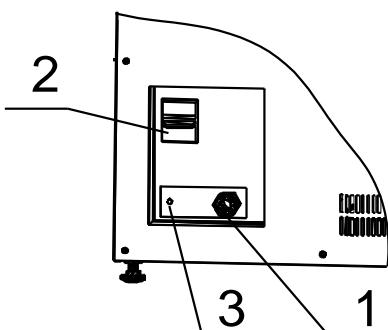

Рисунок 2 – Задняя стенка печи
2.3.3.2 На задней стенке печи (рисунок 2, страница 4) находятся: **ввод сетевого шнура 1, устройство защитного отключения 2, шпилька заземления 3**.
- 3.1.5 Клемму заземления (см. рисунок 2, страница 4) подключить к внешней заземляющей шине, не связанную с силовым оборудованием.
- 3.1.6 Переключить устройство защитного отключения (см. рисунок 2, страница 4) во включенное состояние (тумблер вверх).
- 9) печь должна быть заземлена через клемму заземления (см. рисунок 2, страница 4).